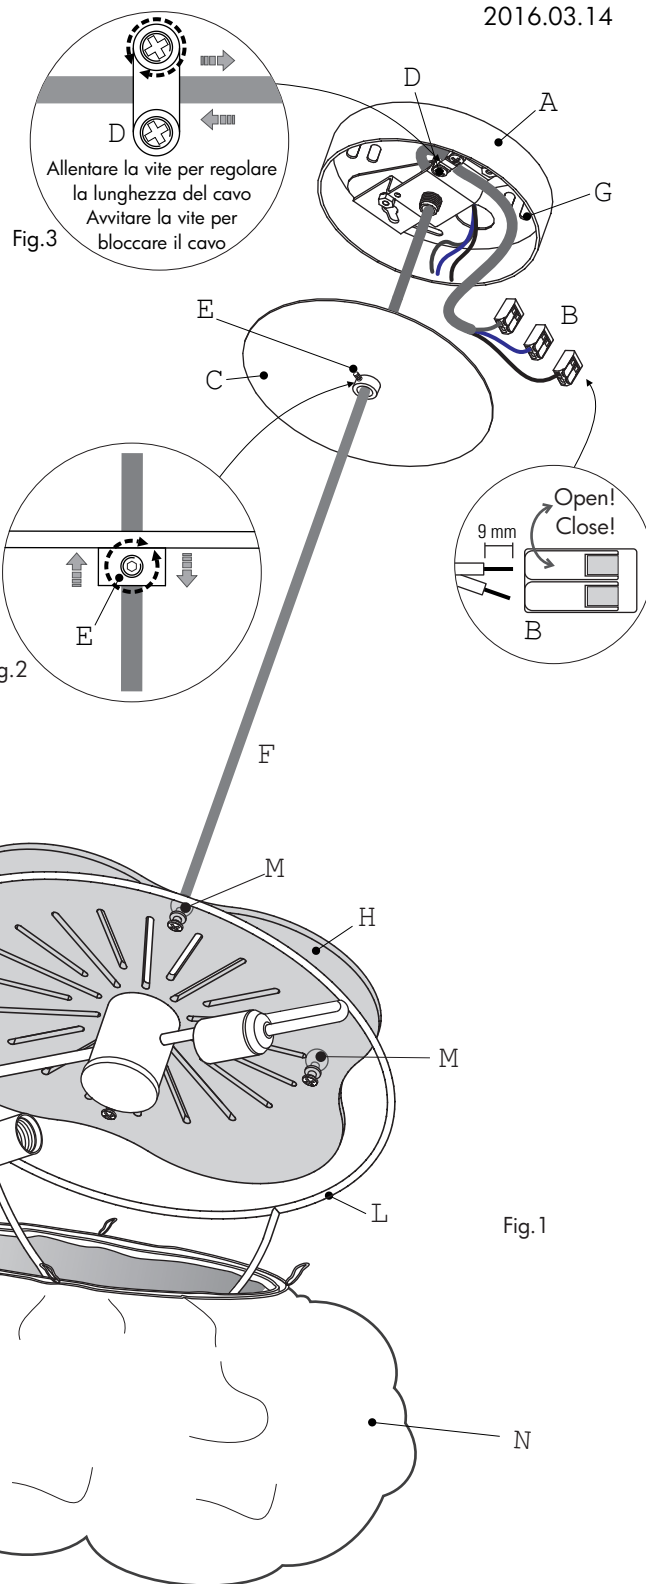

Fig.1
- 8) Allargare l'apertura del telo [N] ed inserirlo sulla struttura [L] (Fig.1).